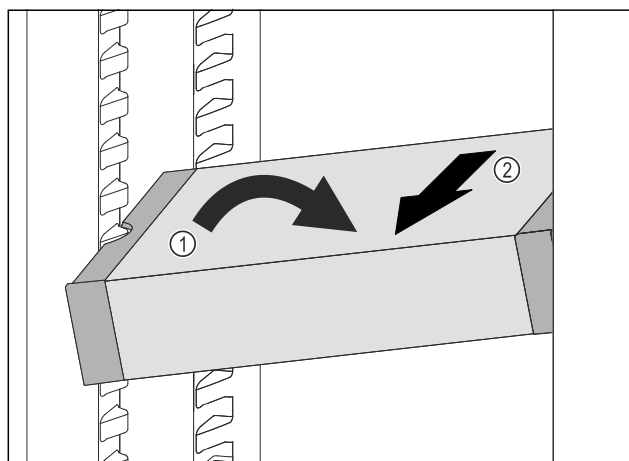

Fig. 152
- Ukosite ladicu VarioSafe u hladnjaku. Fig. 152 (1)
- Izvadite ladicu VarioSafe prema naprijed. Fig. 152 (2)